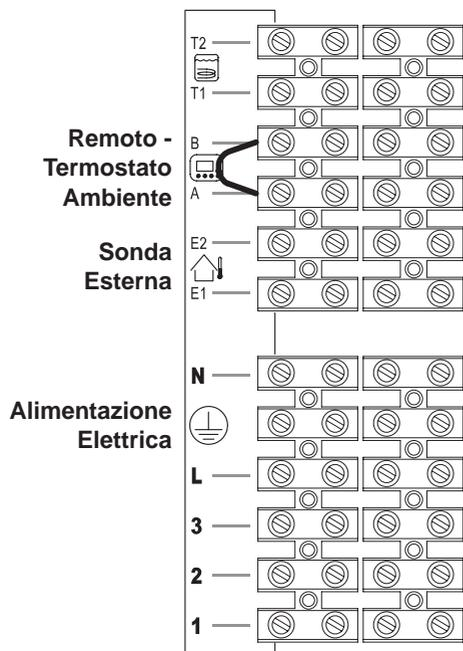

Figura 5.23
Per il collegamento della sonda esterna servirsi dei morsetti indicati in Figura 5.23.
Per il collegamento del remoto servirsi dei morsetti indicati in Figura 5.23.
**Il ponticello elettrico presente tra "A e B" va tolto** Figura 5.23.